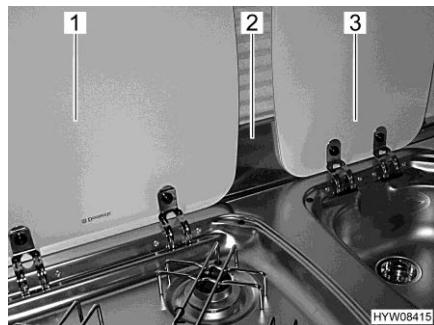

Fig. 9 Lastra proteggifiamma e coperture
- Rimuovere la lastra proteggifiamma (Fig. 9,2) e stivarla in modo sicuro.
- Chiudere le coperture del lavandino (Fig. 9,3) e del fornelletto a gas (Fig. 9,1).